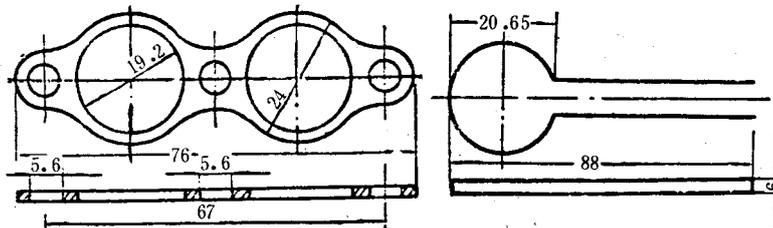

图 4 中层板(单位:mm)
2.1.4 金属支架：由两个主杆和三层平行的金属板组成。上层为一圆盘，直径略大于烧杯直径，中间有一圆孔，用以插入温度计。中层板形状尺寸如图 4，板上有两个孔，各放置金属环，中间有一小孔可支持温度计的测温端部。一侧立杆距环上面 51mm 处刻有水高标记。环下面距下层底板为 25.4mm，而下底板距烧杯底不少于 12.7mm，也不得大于 19mm。三层金属板和两个主杆由两螺母固定在一起。